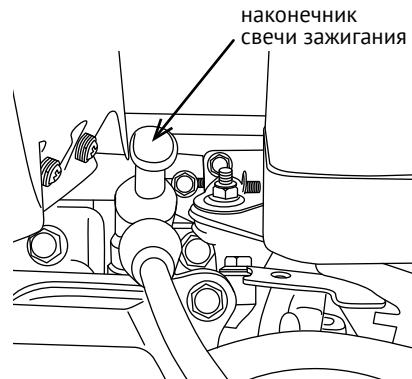

рис. 11
- Снимите наконечник (см. рис. 11) и удалите грязь с основания свечи зажигания.